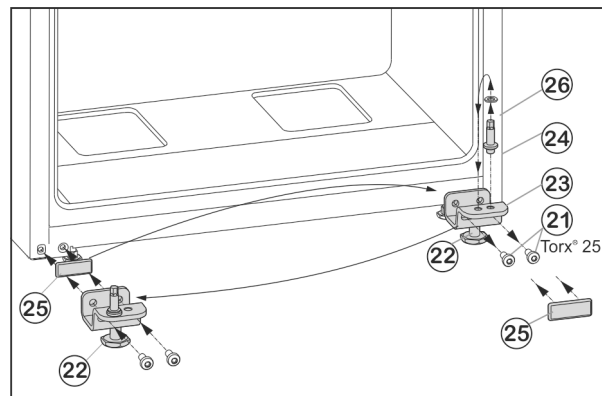

Fig. 7
- ▶ Открутите крепежные винты Fig. 7 (21).
- ▶ Снимите нижний опорный кронштейн Fig. 7 (23) вместе с опорным пальцем Fig. 7 (24), шайбой Fig. 7 (26) и регулируемой опорой Fig. 7 (22).
- ▶ Открутите опорный палец Fig. 7 (24) вместе с шайбой Fig. 7 (26) и, переставив в отверстие на противоположной стороне опорного кронштейна, снова прикрутите.
- ▶ Аккуратно снимите защитную пластину Fig. 7 (25) и переставьте ее на противоположную сторону.
- ▶ Прикрутите нижний опорный кронштейн Fig. 7 (23) вместе с опорным пальцем Fig. 7 (24), шайбой Fig. 7 (26) и регулируемой опорой Fig. 7 (22) с другой стороны шарнира (с моментом 4 Нм), при необходимости используйте аккумуляторный шуруповерт.
- ▶ Установите нижнюю дверцу сверху на опорный палец Fig. 7 (24).
- ▶ Выверните регулируемую опору *Fig. 7 (22)* на нижнем опорном кронштейне *Fig. 7 (23)* до ее соприкосновения с полом.